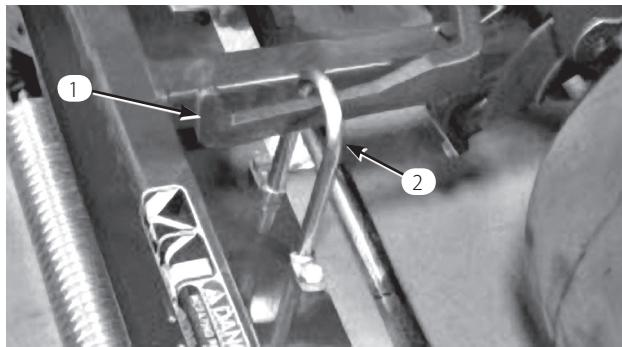

図 10
3. カッティングユニットをプル・フレームの下に引き入れ、吊り輪(フープ)を昇降アームに引っかける(図10)。